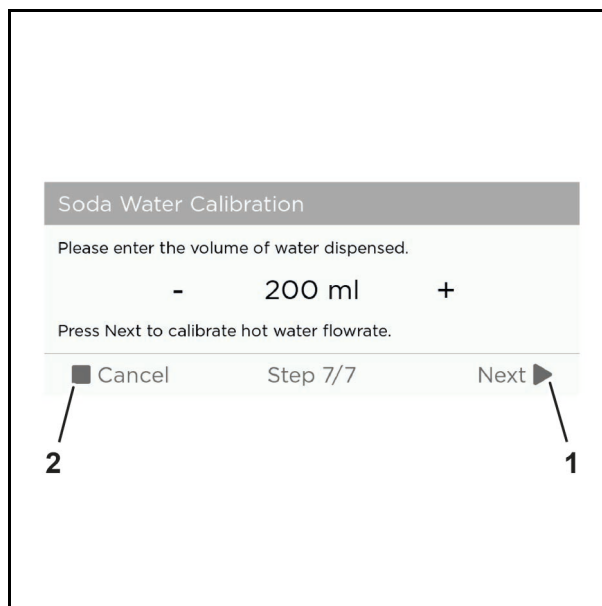

Abb. 63 Przykładowa grafika
19. Nacisnąć przycisk „Finish” (zakończ) (Abb. 63/1), aby zakończyć kalibrację lub „Cancel” (anuluj) (Abb. 63/2), aby anulować kalibrację.